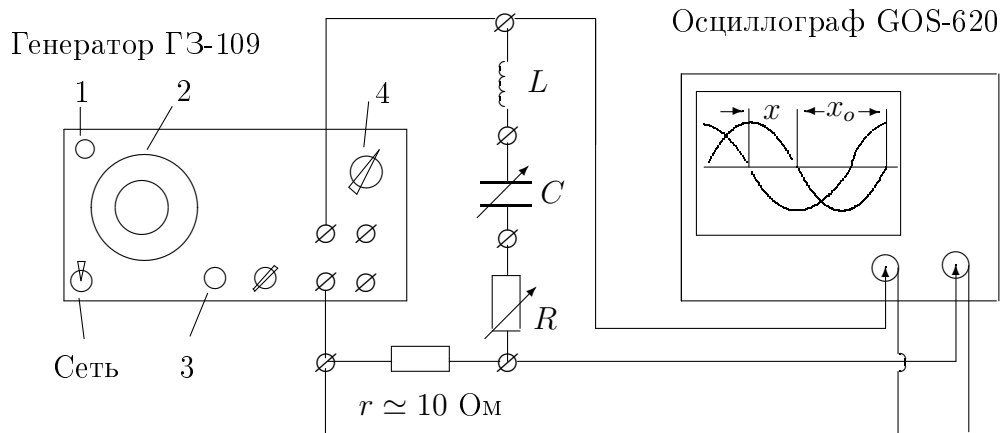

Рис. 3. Схема установки для исследования сдвига фаз между током и напряжением
Экспериментальная установка. Схема для исследования сдвига фаз между током и напряжением в цепи переменного тока представлена на рис. 3. Эталонная катушка L , магазин емкостей C и магазин сопротивлений R соединены последовательно и через дополнительное сопротивление r подключены к источнику синусоидального напряжения — звуковому генератору.
Сигнал, пропорциональный току, снимается с сопротивления r , пропорциональный напряжению — с генератора. Оба сигнала подаются на универсальный осциллограф. Этот осциллограф имеет два канала вертикального отклонения, что позволяет одновременно наблюдать на экране два сигнала. В нашей работе это две синусоиды (рис. 3), смещённые друг относительно друга на расстояние x , зависящее от сдвига фаз между током и напряжением в цепи.
3) измерить расстояние x_0 (рис. 3) между нулевыми значениями одного из сигналов, что соответствует смещению по фазе на π ;
На рис. 3 синусоиды на экране ЭО сдвинуты по фазе на $\pi/2$.
1. Соберите схему, изображённую на рис. 3. Установите на катушке индуктивности максимальное значение $L = 50$ мГн. Для катушки со значением $L = 500$ мГн рекомендации смотрите на её корпусе.
2. В схеме, собранной согласно рис. 3, закоротите катушку, подключив оба провода, идущих к катушке, на одну клемму. Установите $C = 0,5$ мкФ, $\nu = 1$ кГц
3. В схеме, собранной согласно рис. 3, закоротите магазин емкостей. Установите $\nu = 1$ кГц, $L = 50$ мГн (или $L = 500$ мГн).
4. В цепи, собранной согласно рис. 3, установите значения $R = 0$, $L = 50$ мГн, $C = 0,5$ мкФ (или $L = 500$ мГн, $C = 0,05$ мкФ). Рассчитайте резонансную частоту $\nu_0 = 1/(2\pi\sqrt{LC})$.